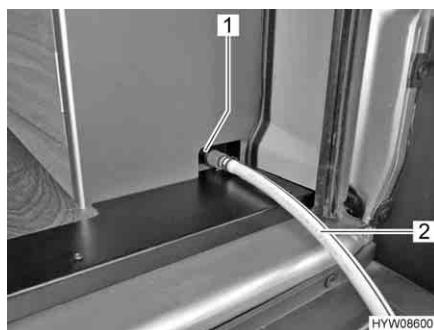

Fig. 59 Giunto rapido
- Infilare il tubo flessibile dell'acqua potabile (Fig. 59,2) sul giunto rapido (Fig. 59,1) sull'estremità del piano di lavoro (sul lato destro del veicolo).
- Infilare il tubo flessibile di scarico (Fig. 59,2) sul giunto rapido (Fig. 59,1) sull'estremità del piano di lavoro (sul lato destro del veicolo).